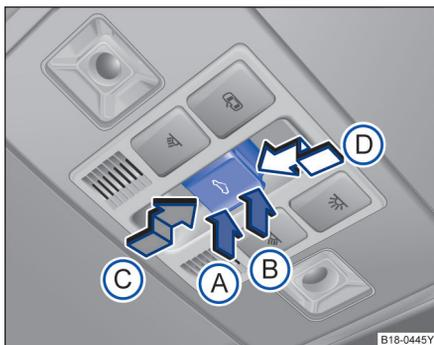

图 54 顶篷上的天窗控制按钮
**🔍** 按钮 ⇒ 图 54。1 挡位置：可完全打开天窗，或部分翻开天窗，打开或关闭天窗。
功能	操作方法 ⇒ 图 54
- 触发防夹功能后 5 秒钟内按压  按钮  $\Rightarrow$  图 54，沿箭头  方向将按钮保持在 2 挡位置，直至天窗完全关闭。